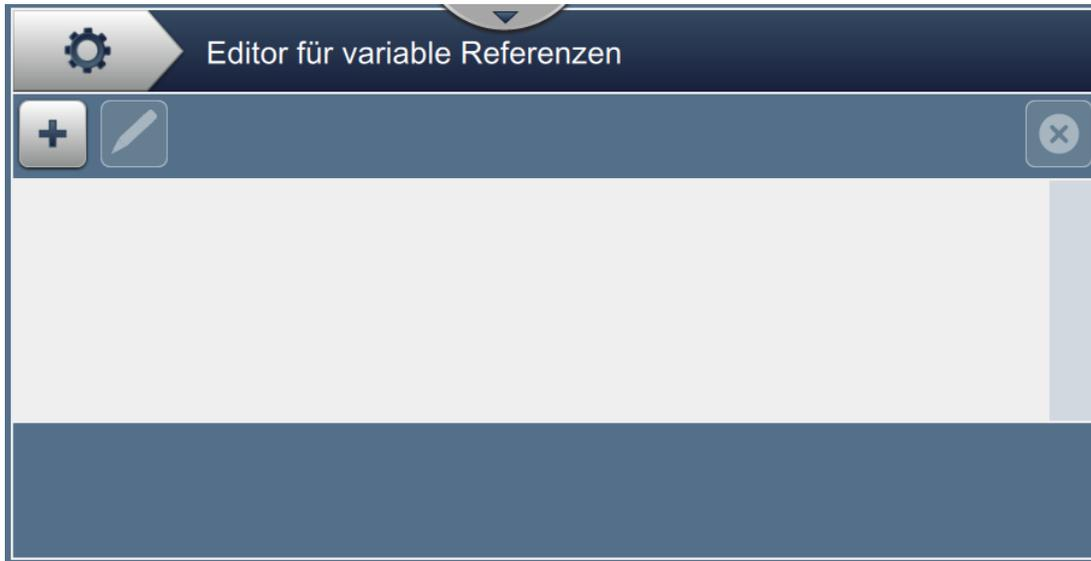

Abbildung 6-7: Generator für benutzerdefinierte Referenzen.
1. Berühren Sie die  auf dem Bildschirm „Tools“ („Werkzeuge“). Der Bildschirm „Generator für benutzerdefinierte Referenzen“ erscheint wie dargestellt in Abbildung 6-7.
2. Berühren Sie die Schaltfläche  Schaltfläche wie in Abbildung 6-7 auf Seite 6-14 dargestellt, um ein neues benutzerdefiniertes Feld zu erstellen. Der Bildschirm „Referenzname“ wird geöffnet.